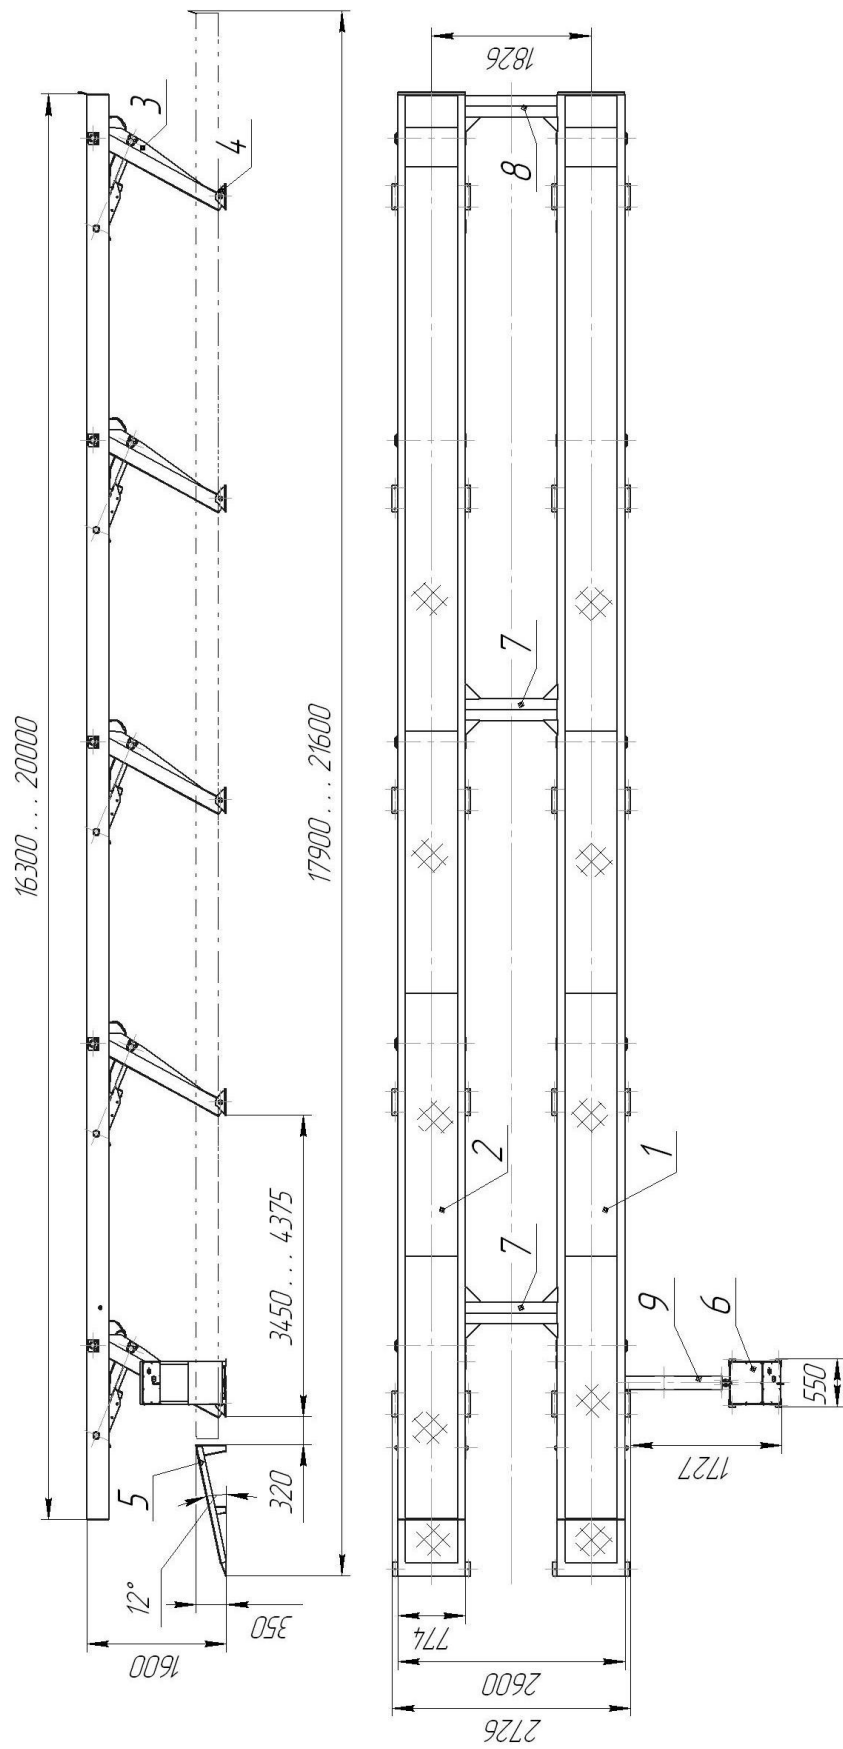

Рис.1 Общий вид платформы подъемной 60Г272М1
Платформа (рис.1) представляет собой стационарный подъёмник, состоящий из основной части в виде шарнирного 4-х звенника с электрогидравлическим приводом.
5.1 Правую и левую половины платформы (поз. 1 и 2, рис.1) установить на временные подставки (подкладки), высота которых обеспечит доступ для монтажа поперечин (поз. 7 и 8).
5.9 Внутри поперечины (поз. 7 рис. 1) смонтировать поперечные трубопроводы и соединить дренажные трубки.
5.12 Присоединить к пульту управления короб с трубами (рис. 1 поз. 9) и закрепить его анкерами-шпильками Hilti HST M8x75/10.
5.18 Установите в проектное положение скаты (рис. 1. поз. 5). Расстояние от верхней кромки ската до края платформы в опущенном состоянии 70 мм. Закрепите скаты анкерами-шпильками Hilti HST M12x115/20.